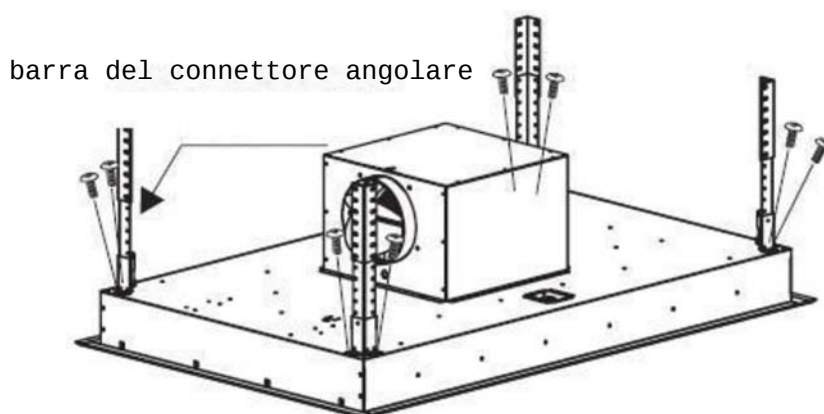

Figura 9
6. Fissare con le 8 viti M4 da 10 mm l a barra del connettore angolare (4 pz) al corpo principale della cappa per cucina (v. figura 9).